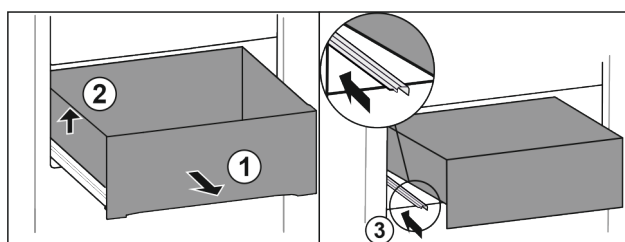

Fig. 105
- ▶ A fiókot ütközésig húzza ki. Fig. 105 (1)
- ▶ Emelje meg a fiók bal oldalát. Fig. 105 (2)
- ▶ Tolja be a bal oldali sín. Fig. 105 (3)